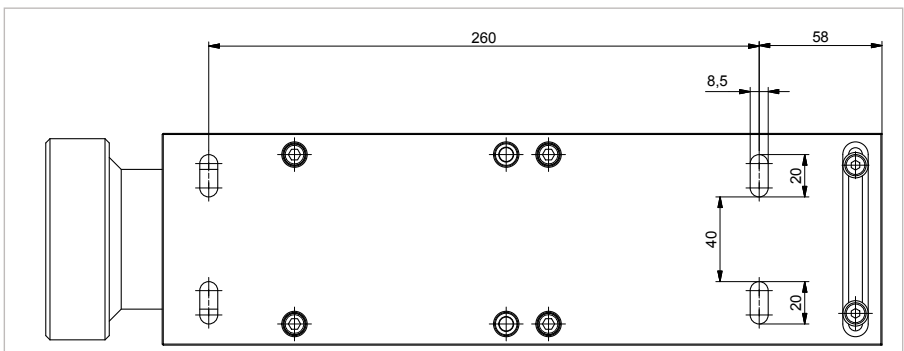

Abbildung 2
- ▶ Befestigen Sie die Halterung an den Haltebohrungen an der Tankstelle (Abbildung 2).